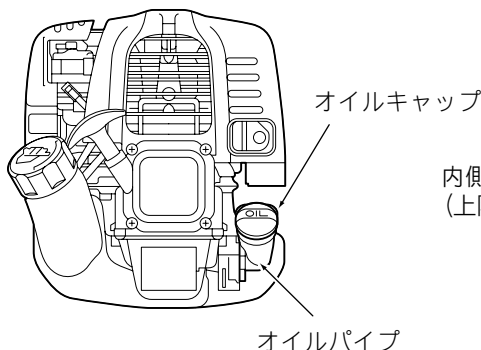
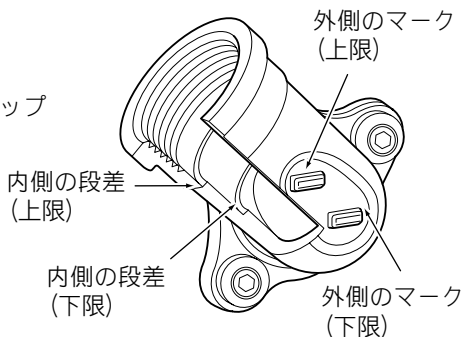

図 1
図 2 オイルパイプ
- ・ エンジンを水平にし、オイルキャップ（図 1）をはずしオイルパイプの上限・下限位置の範囲内（図 2）までオイルがあるか点検してください。